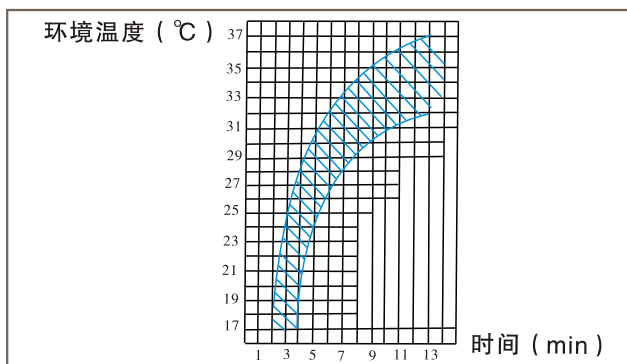

图8-20 环境温度与压缩机第一次停转时间的关系
(4) 使用冷气时应将冷暖气旋钮旋至最冷位置，以保证暖风系统不工作，并检查进风门是否关严。
(5) 检查空调压缩机运转声音是否正常，压缩机电磁离合器离合是否彻底。
(6) 若仍然制冷量不足，可按下面方法检查：
① 门窗关闭、发动机盖打开；空调系统吹向面部的出风口打开，其余风口关闭；鼓风机开最高挡，发动机以2000r/min的转速运转，冷暖气旋钮旋至最冷位置。
② 打开A/C开关，记录右出风口温度、记录右出风口降至10℃的时间及压缩机第一次停转的时间。查看图8-20，在阴影区内就属正常，否则表示制冷系统有故障。